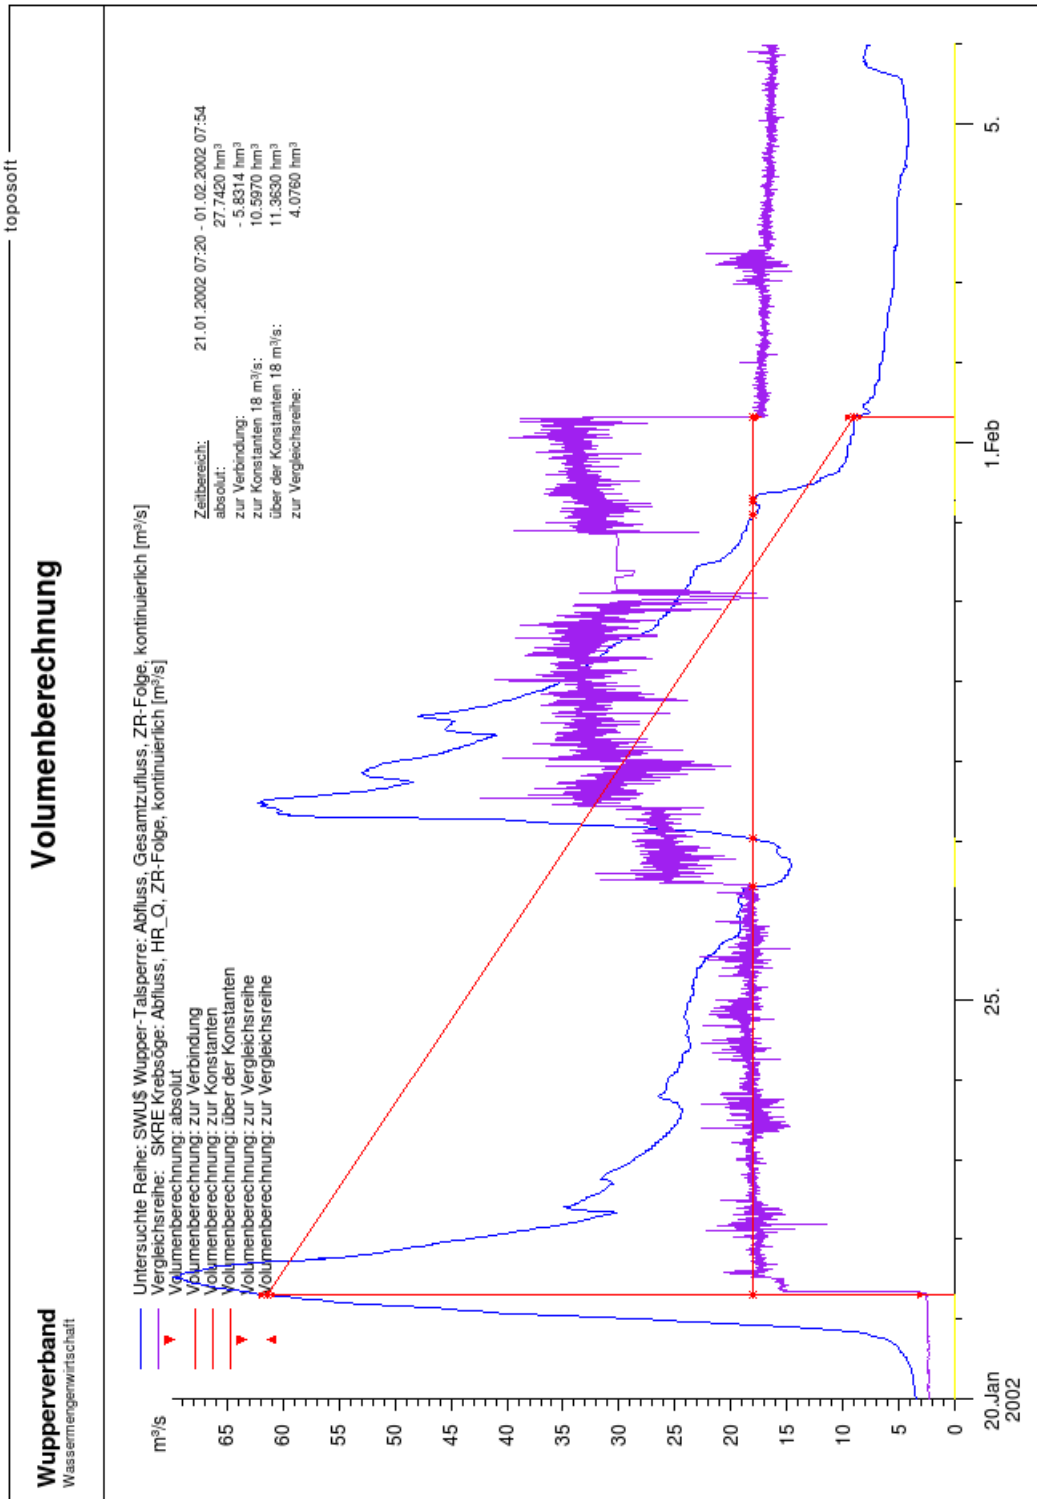

Abbildung 12.7: Report Volumenberechnung
- Der Button gibt die dargestellte Grafik auf das gewählte Medium aus. Ein Beispiel findet sich in Abbildung 12.7.